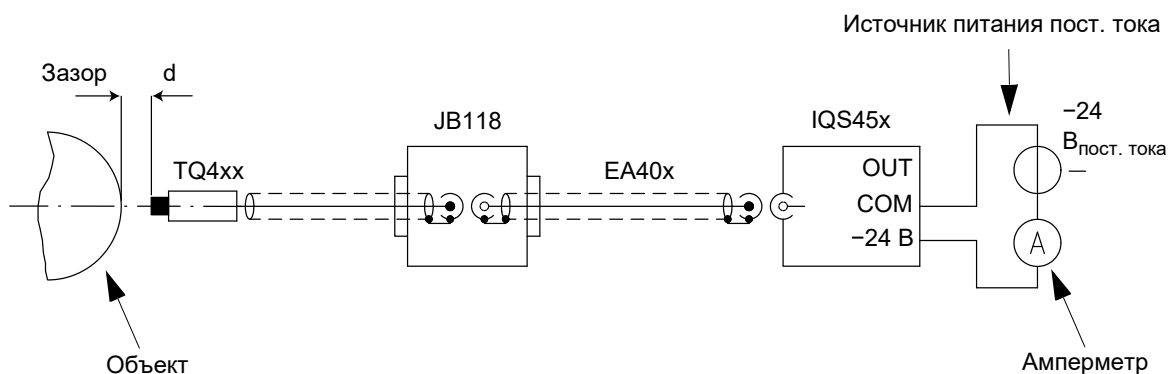

Рис. 6-4. Определение характеристик при помощи метода двухпроводной передачи
- 1- Подключить источник питания $-24 V_{\text{пост. тока}}$ к контактным зажимам « $-24 V_{\text{DC}}$ » и «COM» формирователя сигнала IQS45x (см. Рисунок 6-4).
- 2- Последовательно с источником питания подключить амперметр (см. Рисунок 6-4).